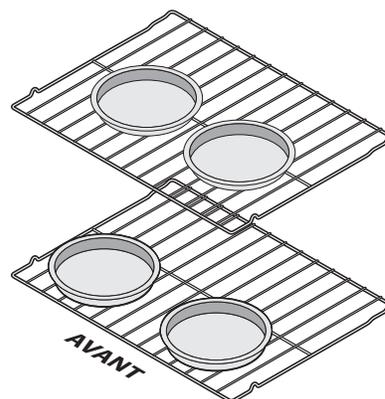

Figure 13 : Écart suggéré entre les moules à gâteau
- Laisser au moins 5 cm (2 po) d'écart entre les aliments pour assurer une circulation d'air adéquate. (Figure 13)